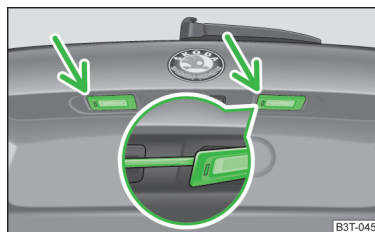

Fig. 184
- Inserire un cacciavite piatto nell'apertura nell'area indicata dalla freccia » fig. 184 e quindi premere con prudenza la parte centrale della luce. Il proiettore fuoriuscirà leggermente.